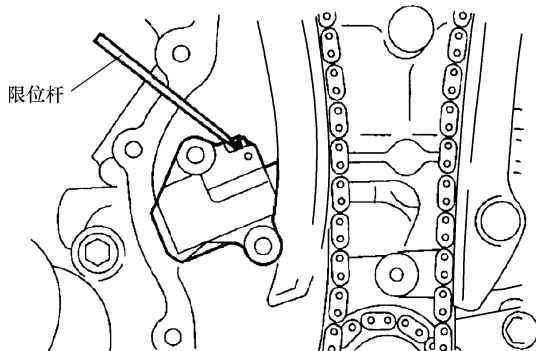

图 25-33 拔出限位杆
- 5) 安装好正时链条张紧器后，把插入的限位杆拔出，如图 25-33 所示。